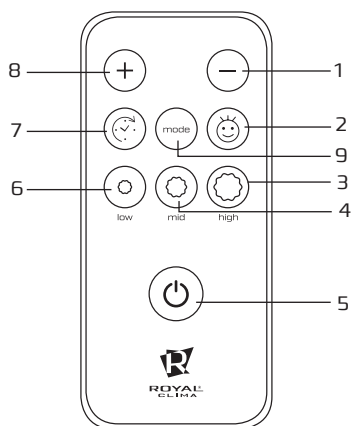

Рис. 9
- б) Открутить гайку крепления термовыключателя, закрепленного на фланце ТЭНа, перевернуть термовыключатель и нажать до щелчка кнопку, расположенную по центру термовыключателя рис.9;